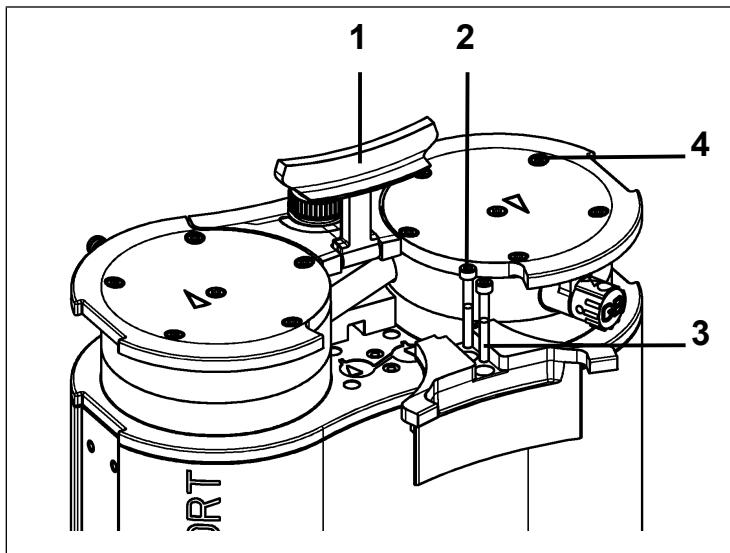

Abb.9: Blende abmontieren
1. Stellen Sie den Griff (Abb. 9/1) in eine senkrechten Position.
2. Lösen Sie die Schrauben (Abb. 9/2) der Blende (Abb. 9/3).
3. Entfernen Sie die Blende (Abb. 9/3).
4. Lösen Sie die Kopfschrauben (Abb. 9/4).
1. Markieren Sie Druckplatte (2), Kopfdeckel (3), Zwischenplatte (5) mit einem durchgehenden Filzstiftstrich. Dadurch wird verhindert, dass die Teile später falsch montiert werden.
2. Lösen Sie die außenliegende Schrauben (Abb. 9/4) von den Pumpenköpfen.